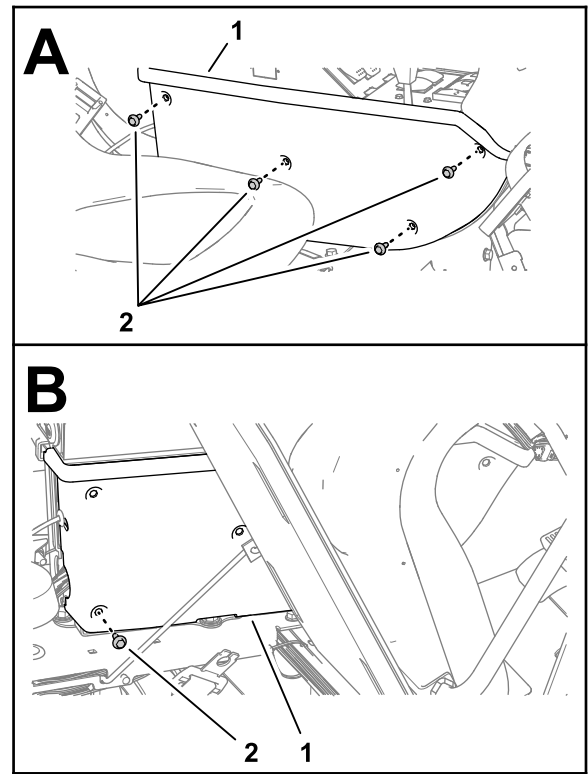

Figura 102
3. Monte el panel lateral en el bastidor de la consola (Figura 102) con 4 tornillos con arandela prensada (1/4" x 3/4").
4. Incline el asiento hacia adelante e instale el tornillo con arandela prensada trasero inferior (Figura 102).